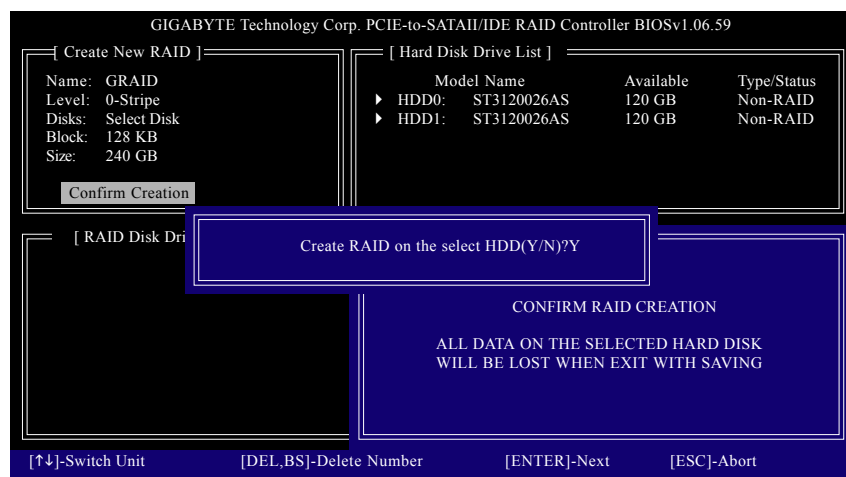

図 7
6. **作成の確認:** 上のすべてのアイテムが設定されたら、選択バーが **Confirm Creation** アイテムに自動的にジャンプします。<Enter> を押します。選択を確認するように求められたら (図 7)、<Y> を押して確認するか <N> を押して中断します。